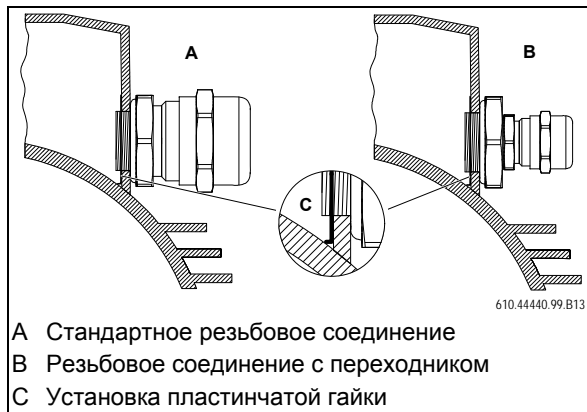

Рис. 12: Резьбовые соединения с пластинчатой гайкой
- Вставьте резьбовое соединение (поз. А, Рис. 12, стр. 19)
- Если подключается терморезистор, то вверните переходник (поз. В, Рис. 12, стр. 19).